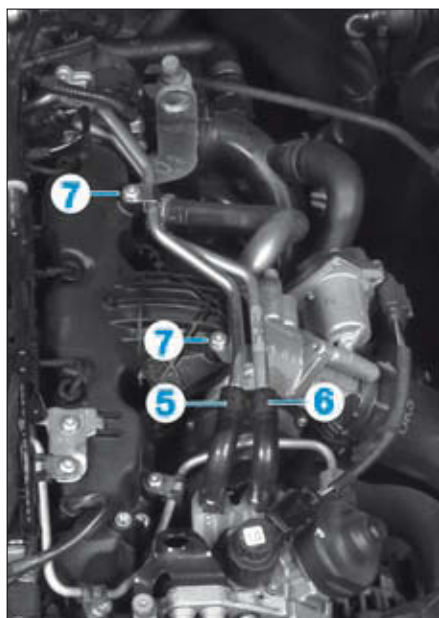

FIG. 35
- Déposer les brides (7) des canalisations d'alimentation (5) et de retour (6) (Fig.35).